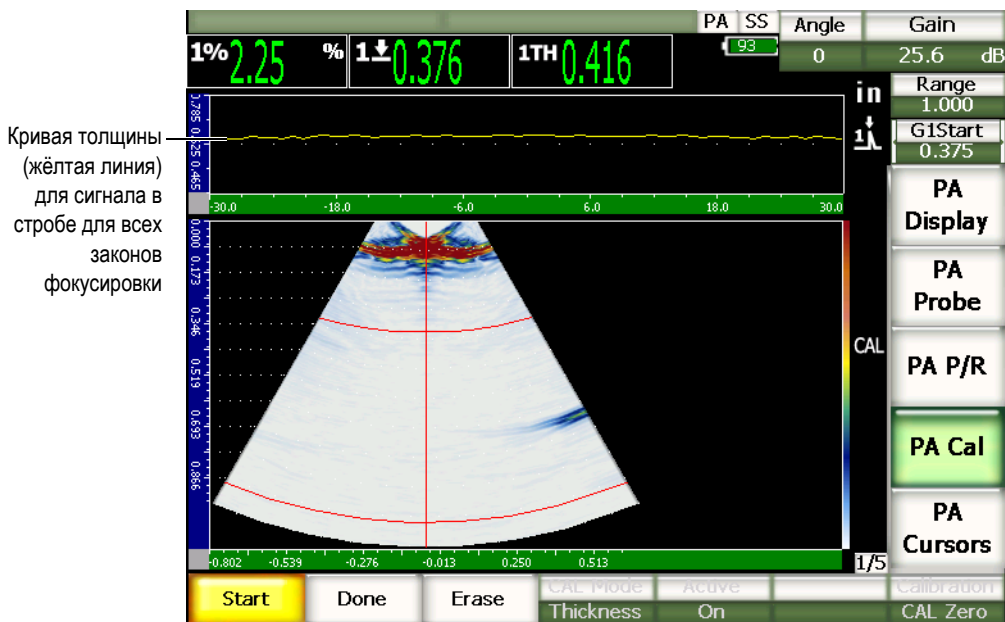
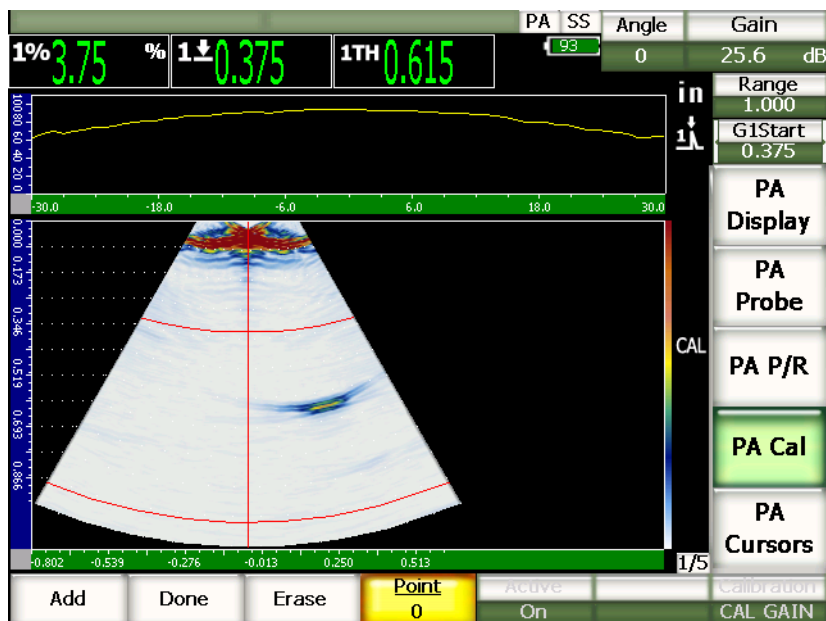

Рис. 17-7 Калибровка задержки в призме и показание толщины в верхней части экрана
Рис. 17-10 Калибровка чувствительности
В верхней части экрана изображение А-скана сменится кривой толщины (жёлтая линия) для сигнала в стробе для всех законов фокусировки (см. Рис. 17-7 на стр. 288). В идеале линия толщины должна быть прямой, что указывает на то, что для каждого закона фокусировки результаты измерений одного и того же отражателя одинаковы. Пунктирная линия в центре этого экрана обозначает заданное пользователем известное значение толщины. В данном примере неоткалиброванная линия должна выглядеть, как линия на Рис. 17-7 на стр. 288.
7. В меню 1/5 > **PA CAL** нажмите **Add**, чтобы начать процесс калибровки. В верхней части экрана изображение А-скана сменится кривой амплитуды (жёлтая линия) для сигнала в стробе для всех законов фокусировки (см. Рис. 17-7 на стр. 288). В идеале линия толщины должна быть прямой, что указывает на то, что для каждого закона фокусировки результаты измерений одного и того же отражателя одинаковы (когда найден сигнал от отражателя). В данном примере неоткалиброванная линия должна выглядеть, как линия на Рис. 17-10 на стр. 292.